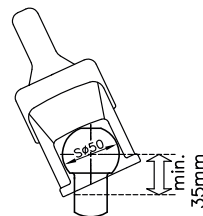
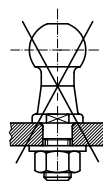

Figura 1
Figura 2
1.3 Il giunto sferico WS 3000/3500 può essere impiegato esclusivamente con ganci a sfera secondo la norma DIN 74058 / ISO 1103, quando il collo della sfera è **libero da pezzi applicati esternamente in un settore di 35 mm**. (figura 1) (anziché 32 mm ai sensi della norma DIN 74058 / ISO 1103). Un impiego dei giunti WS 3000/3500 in collegamento con perni sferici con fissaggio a vite senza ulteriore accoppiamento geometrico non è ammissibile (figura 2). Quando il dispositivo di stabilizzazione è in funzione, durante la marcia, la leva di manovra deve essere libera da parti del veicolo o pezzi applicati esternamente. Questo significa che in occasione dell'inserimento dell'asta di manovra e del contemporaneo movimento rotatorio del WS 3000/3500, non può verificarsi alcuna collisione con la leva del freno a mano oppure con altri pezzi applicati esternamente (figura 5). Si devono anche osservare le istruzioni di esercizio e le corrispondenti indicazioni del produttore del freno ad inerzia.